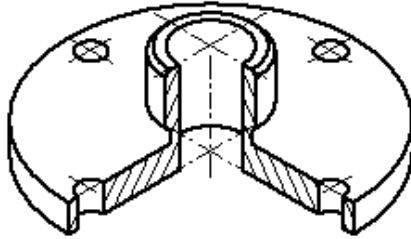

Рис. 3.26. Нанесение осевых линий на аксонометрию
- Подведите курсор к контурам окружностей аксонометрической проекциям и щелкая по контурам левой клавишей мыши создайте оси в соответствии с *рис. 3.26*.